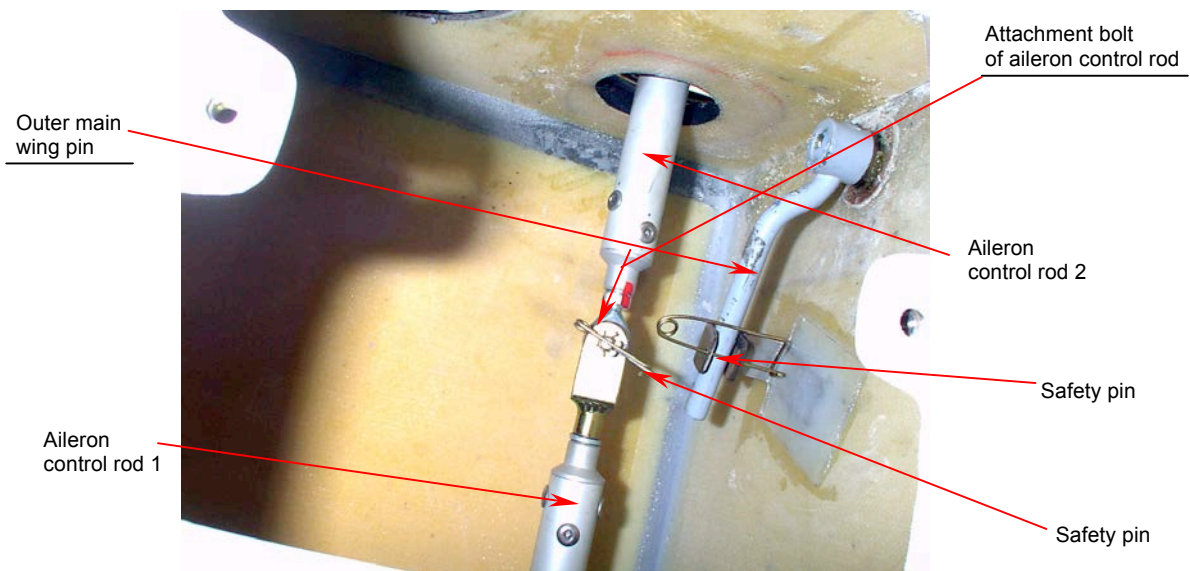
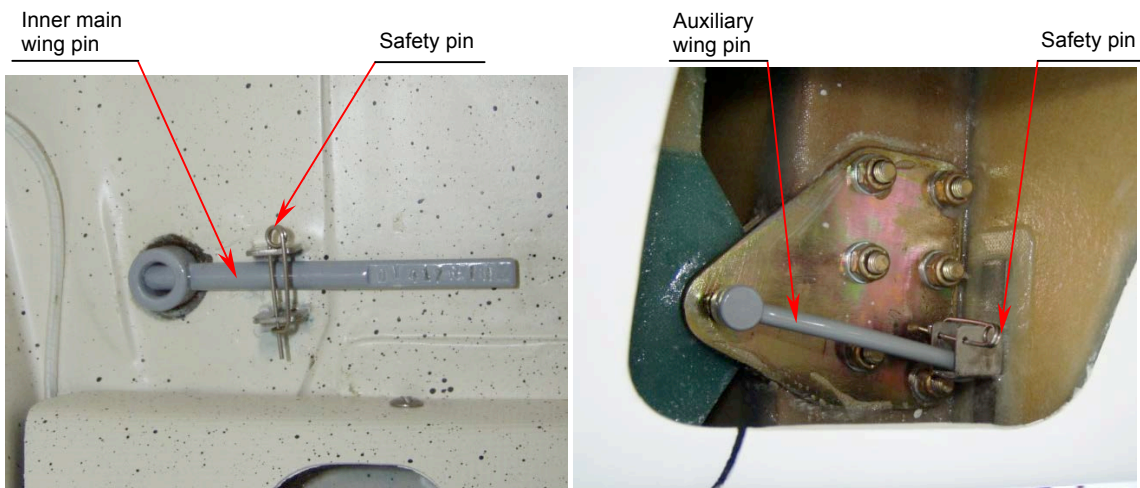

Fig. 4a Axe extérieure principale de l'aile et connection de la commande d'aileron.
Fig. 4b Axe principal intérieur et axe auxiliaire de l'aile
4. Insérer la fixation du longeron arrière dans son logement sur la partie principale et mettre l'axe auxiliaire. Sécuriser les 6 axes avec les épingles. (Fig. 4a and Fig. 4b).
6. Relier les deux tiges de commande de l'aileron et sécuriser l'écrou avec l'épingle de sécurité (Fig. 4a). Serrer les colliers des tuyaux reliant les réservoirs d'essence (si l'aile est équipée d'un réservoir d'essence).
3. Déconnecter la liaison de l'aileron (Fig. 4a). Desserrer les colliers des tuyaux d'essence (si l'aile est équipée d'un réservoir d'essence).
5. Retirez les axes, qui maintiennent le longeron auxiliaire et le longeron principal de l'aile. (Fig. 4a and Fig. 4b).